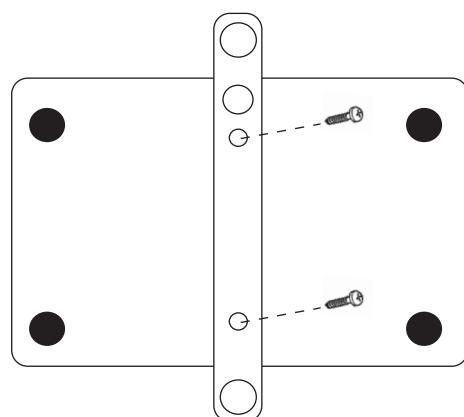

Figura 6.
Paso 1. Introduzca los dos tornillos M3 x 4 a través del soporte de pared en la parte posterior del módulo transmisor, tal como muestra la Figura 6.